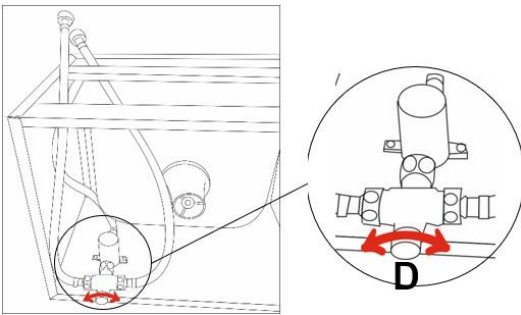

Abb.7
- Die beiden übrigen Schläuche werden mit den BSP-Muttern $\frac{1}{2}$ " an den Enden (B) und (C) angeschlossen. Sobald das Becken ordnungsgemäß an der Wand befestigt ist, müssen die anderen Enden dieser Schläuche mit den BSP-Muttern $\frac{1}{2}$ " an den Warm- bzw. Kaltwassereinlässen des Gebäudes befestigt werden.
- Befestigen Sie das Set (Mischer + Impulsgeber + Schläuche) im Innenteil der Frontplatte mit den 2 mitgelieferten Schrauben in der in Abb. 7 gezeigten Position. Die Knetaste muss sich an der Außenseite der Frontplatte befinden.
- Verbinden Sie das Ende des Schlauches von Position "A" mit dem Wassereingang des Wasserhahns (Abb. 7).
Siehe Abb. 7, die die Position des Drehknopfes am Boden des Mischers zeigt.